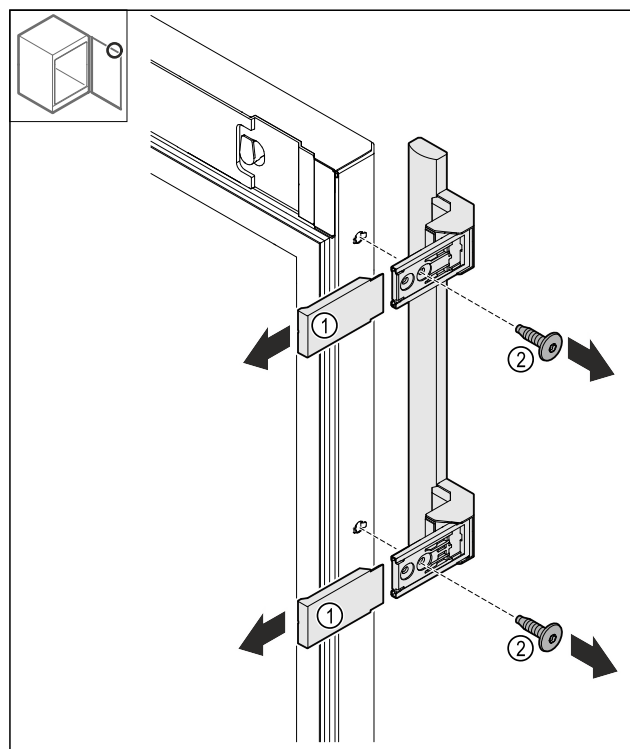

Fig. 24
- ▶ Trekk av dekslene Fig. 24 (1).
- ▶ Løsne skruene Fig. 24 (2).